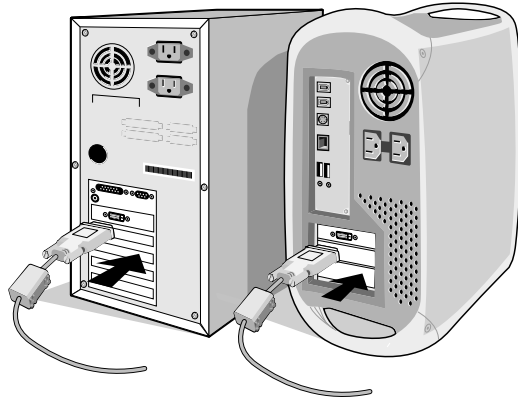

Figura A.1
2. **Para PC o MAC con salida digital DVI:** Conecte el cable de señal DVI al conector de la tarjeta de visualización de su sistema (**Figura A.1**). Apriete todos los tornillos.
Para PC con salida analógica: Conecte el cable de señal del mini D-SUB de 15 clavijas al conector de la tarjeta de visualización de su sistema (**Figura A.1**).